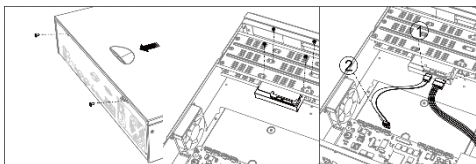

Abbildung 2-1
Schritt 1: Lösen Sie die Schrauben an der Rückseite und drücken Sie die Abdeckung nach hinten, um die Abdeckung zu entfernen. Siehe Abbildung 2-1.